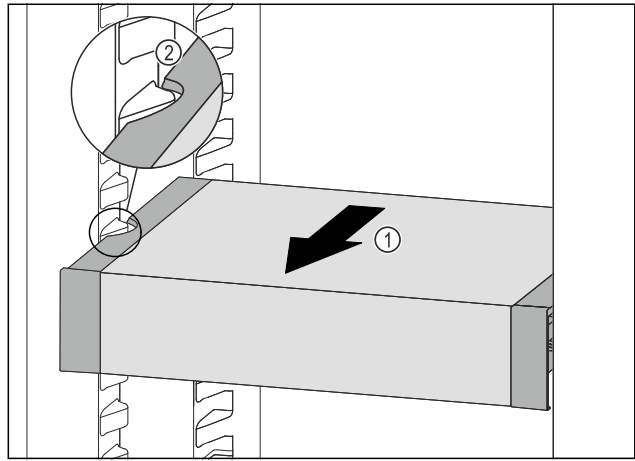

Fig. 50
- VarioSafe nach vorne ziehen Fig. 50 (1), bis sich die seitlichen Aussparungen des VarioSafes auf Höhe der Behälterrippe im Kühlteil befinden. Fig. 50 (2)